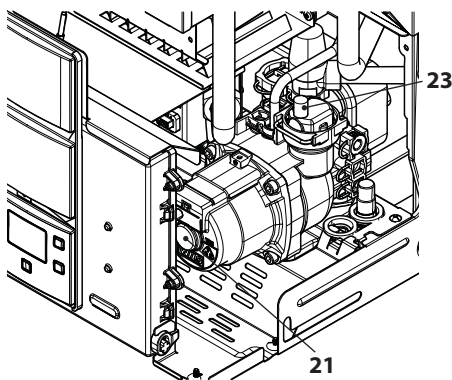

Рисунок 6.3
- Ослабить пробку автоматического воздуховыпускного клапана 23, см. Рисунок 6.3.
- Снять пробку 21, см. Рисунок 6.3, и разблокировать насос, повернув ротор отверткой. Во время этой операции выпустить воздух из насоса.